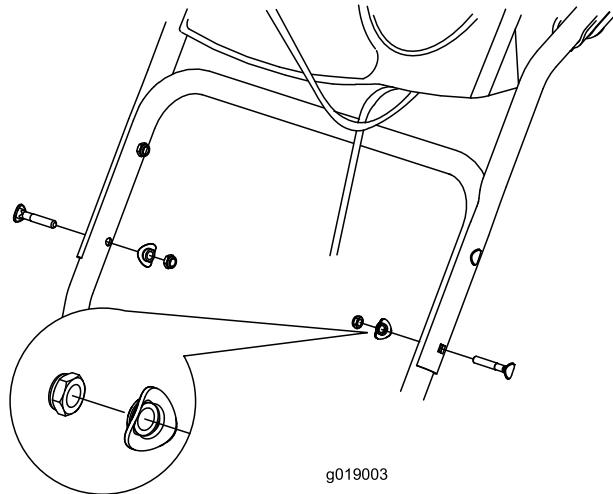

Рисунок 3
- Поднимите и поверните верхнюю рукоятку, поставив ее над нижней рукояткой (Рисунок 3).
- Установите два болта рукоятки, две изогнутые прижимные шайбы и две контргайки в нижние отверстия рукоятки (Рисунок 3).